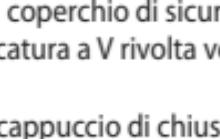

Fig. 2
- b) Sollevare il coperchio di sicurezza del dispenser e inserire la cartuccia con l'intaccatura a V rivolta verso il basso. Richiudere il coperchio (Fig. 2).